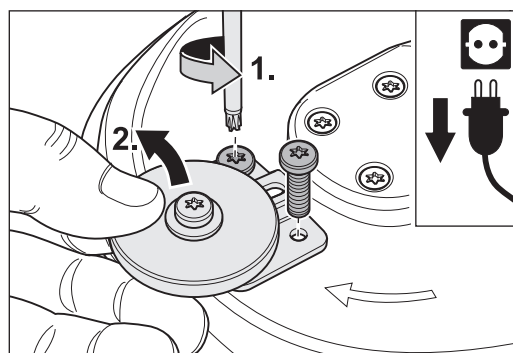

Bild 65 Ta bort fastsättningskruvarna (1.) och ta av hela väggskyddsrollen (2.).
- 4 Ta bort de båda skruvarna, med vilka väggskyddsrollens hållare är fastsatt på tillsatsen (bild 65, 1.) och ta av hela väggskyddsrollen (bild 65, 2.).